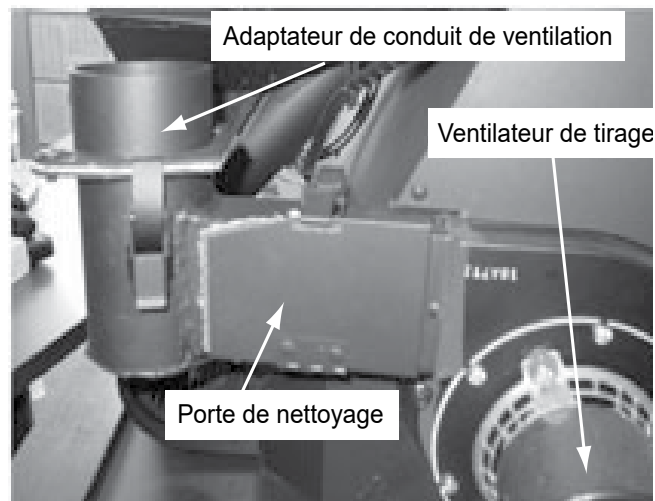
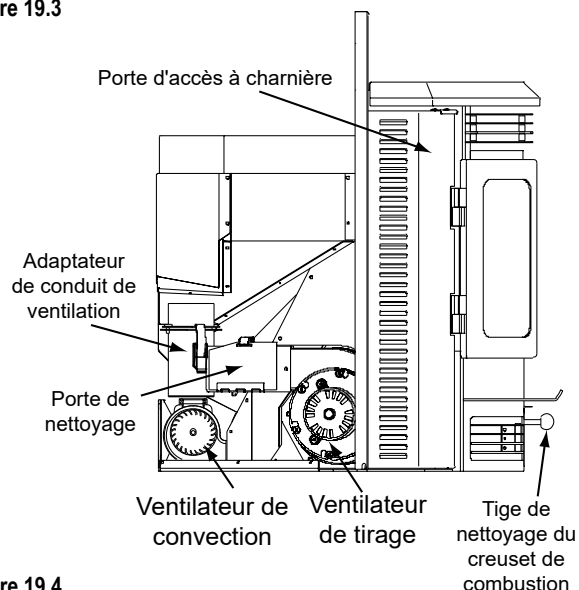

Figure 19.3
Figure 19.4
- d. Nettoyez les lames du ventilateur de tirage pendant que le couvercle d'accès de gauche est toujours retiré (Figure 19.3 et Figure 19.4).